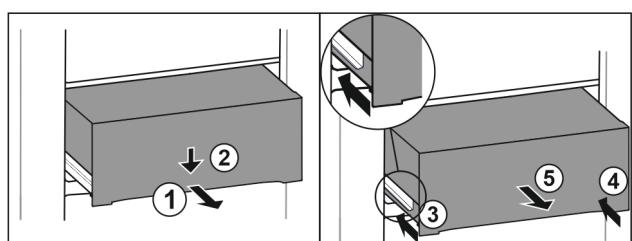

Fig. 128
- Trekk skuffen ut halvveis. Fig. 128 (1)
- Skyv skuffen foran nedover. Fig. 128 (2)
- Sett inn den venstre skinnen ca. 2 cm. Fig. 128 (3)
- Sett inn den høyre skinnen ca. 2 cm. Fig. 128 (4)
- Ta ut skuffen framover. Fig. 128 (5)